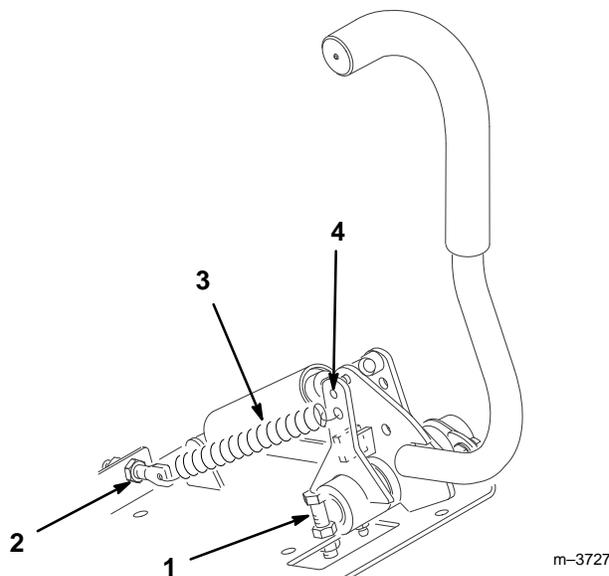

Abbildung 46
1. Die Muttern an der Anschlagschraube unter der Reglereinheit lösen (Abb. 46).
1. Zur Einstellung des Widerstands die Muttern an der Augenschraube lösen, die die Federn an der Montageplatte halten (Abb. 46).
2. Um den Widerstand zu verringern, die Muttern von den Augenschrauben herumdrehen (Abb. 46). Die Muttern anziehen, um die neu eingestellte Position beizubehalten.
3. Um den Widerstand zu erhöhen, die Muttern auf die Augenschrauben heraufdrehen (Abb. 46). Die Muttern anziehen, um die neu eingestellte Position beizubehalten.
4. Wenn ein größerer Widerstand gewünscht wird, kann der vordere Haken der Federn in das äußere Loch in den Reglern eingehakt werden (Abb. 46).